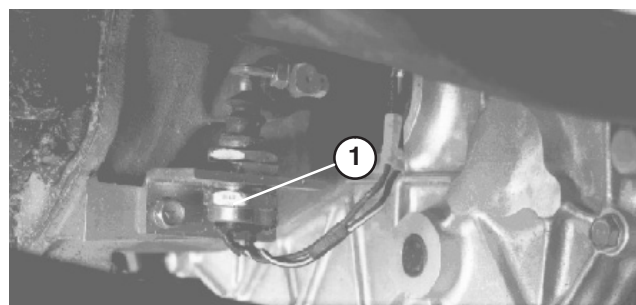

Figure 61
7. Contrôlez de nouveau le réglage du contacteur de sécurité de l'embrayage (Fig. 61). Le démarreur ne doit pas s'engager si la pédale d'embrayage ne se trouve pas à $3,2 \text{ cm} \pm 3 \text{ mm}$ du plancher. Si un réglage est nécessaire, desserrez les écrous de blocage du contacteur et réglez en haut ou en bas.